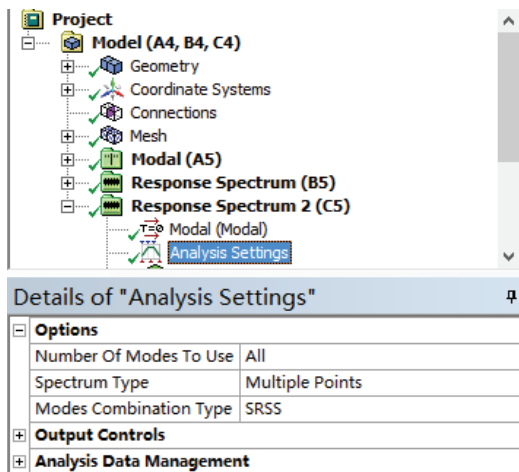

图 12-22 多点响应谱分析设置
1) 选择 Mechanical 界面左侧 Outline 树结构图中的 Analysis Settings 项 (分析项目 B 内), 设置细节窗口参数中, Number Of Modes To Use 为 All, Spectrum Type 为 Multiple Points, Modes Combination Type 为 SRSS, 如图 12-22 所示。